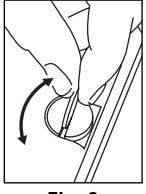

Fig. 2
2. Mettez le bloc d'alimentation sens dessus dessous, introduisez la tranche d'une pièce de monnaie dans la fente et tournez la pièce pour débloquer le couvercle. (Fig. 2)